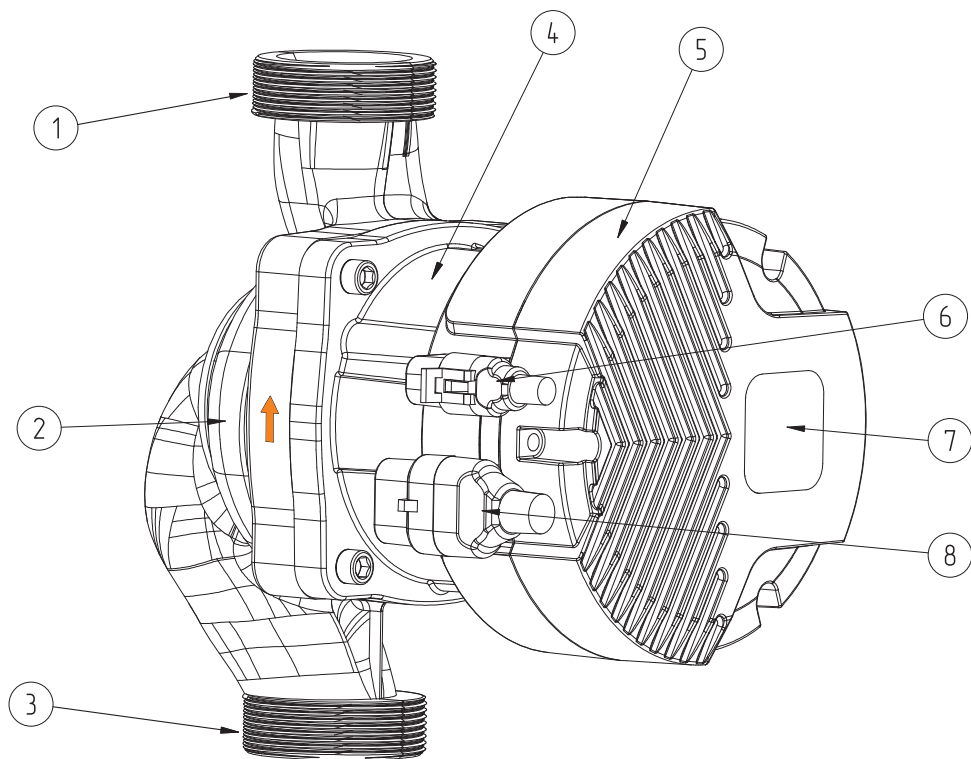

Рис. 2 Устройство насосов EcoRING II
Подключение штекера осуществляется к соответствующему разъему, расположенному на блоке управления (**Рис. 2, поз. 6**).
2. Установить штекер сигнального кабеля в разъем (**Рис. 2, поз. 6**);